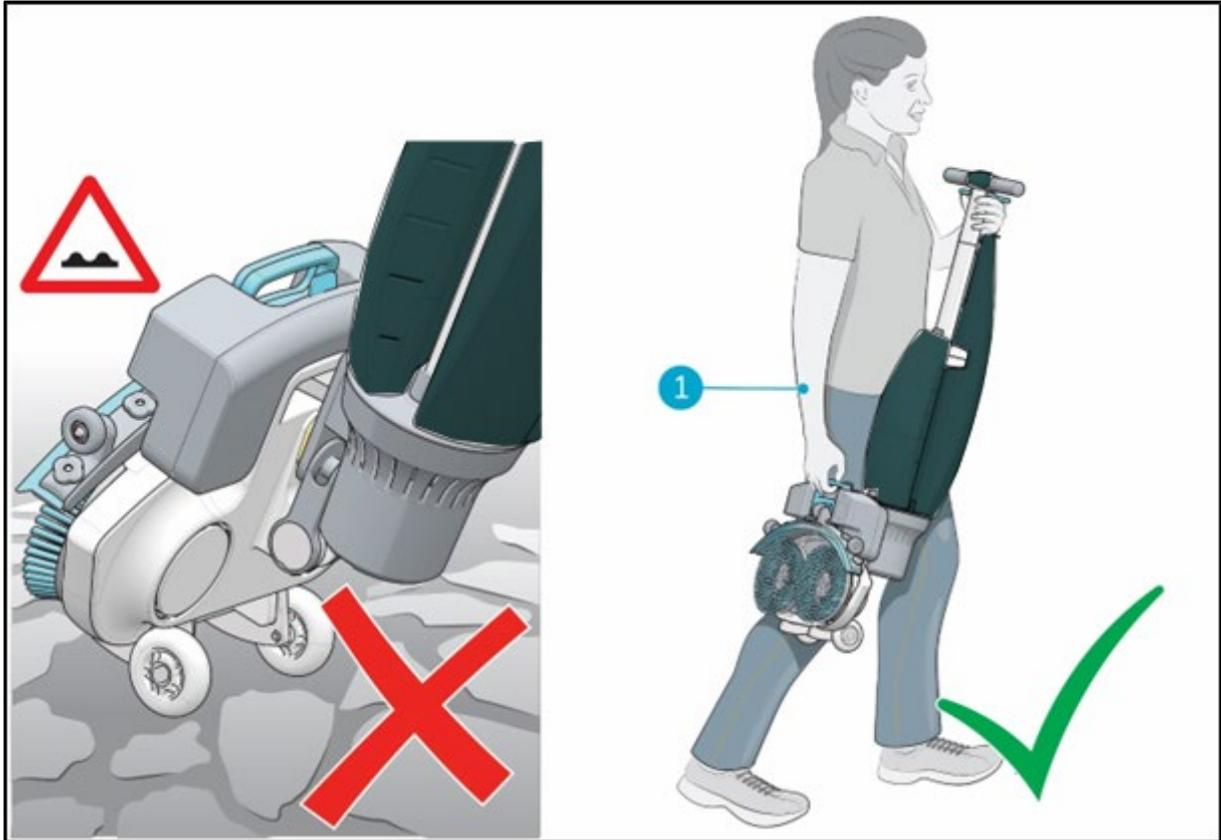

Figura 6
2. Transportar a i-mop® Lite com uma mão enquanto segura a pega (Figura 6, pos 1) com a outra mão.